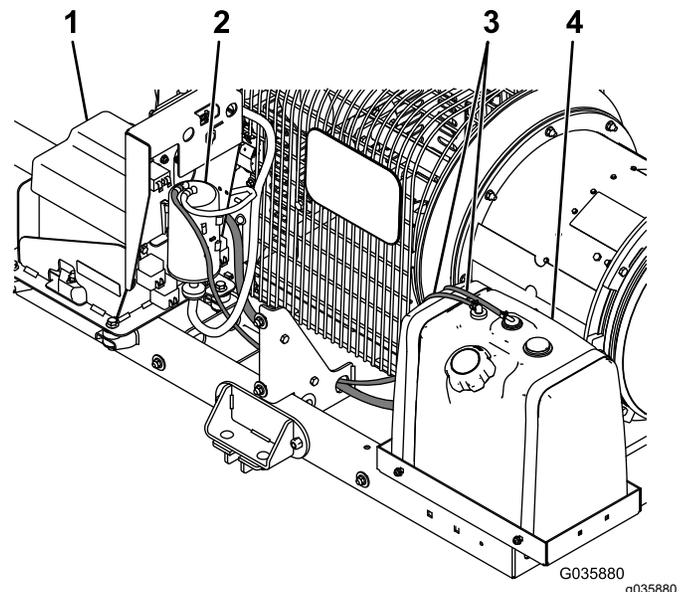

Bild 1
5. Trennen Sie die Kraftstoffleitungen von der Maschine und entsorgen Sie diese (Bild 1).
6. Entfernen Sie die Befestigungselemente und Bänder des Kraftstofftanks und entsorgen Sie diese zusammen mit dem Kraftstofftank (Bild 1).
7. Entfernen Sie die restlichen Schläuche vom Aktivkohlefilter (Bild 1).
8. Entfernen Sie die Batteriefachabdeckung und die Batterie (Bild 1), siehe *Bedienungsanleitung*.
9. Entfernen Sie den Aktivkohlefilter und entsorgen Sie diesen (Bild 1).